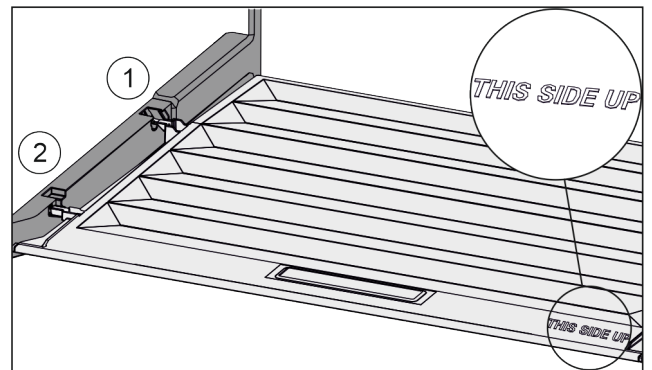

Fig. 117
- ▶ Deckelstege über Öffnung der hinteren Halterung Fig. 117 (1) einführen und vorne in Halterung Fig. 117 (2) einrasten.